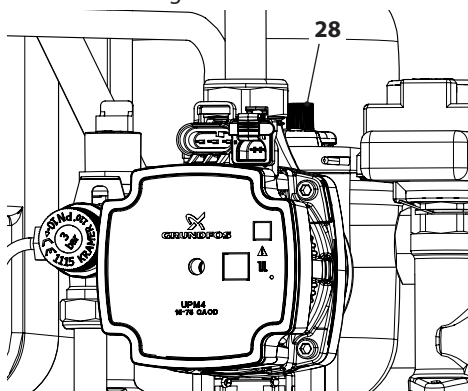

Figura 6.3
- Svitare il tappo della valvola di sfiato automatica 28 in Figura 6.3.